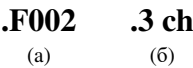

Рис.3 – Пример отображения а) версии микропрограммы б) количества цветовых каналов
6.3. **Начало работы.** При включении прибора на экране в течение нескольких секунд отображается версия микропрограммы, затем количество цветовых каналов (см. рис. 3), после чего прожектор готов к работе и переходит к последнему активному состоянию. Смена режима работы осуществляется кнопкой «DMX/AUTO».